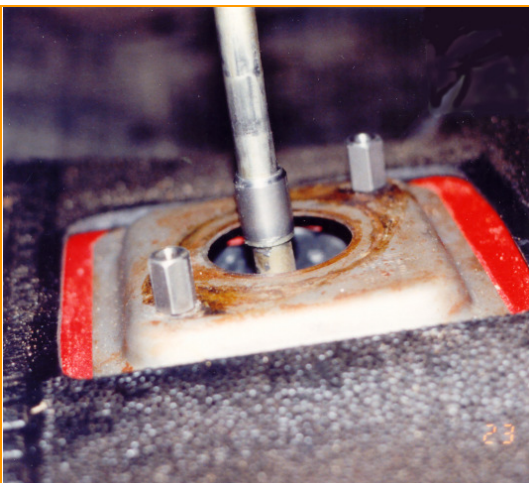

Fig.3
- Tighten the two long M6 nuts with the size 13 key on to the studs. See Fig.3
- Now push the small tube again (chamfered side uppermost!) over the gear lever. See Fig.3
- Schrauben Sie jetzt die M6 Distanzmuttern mit einem 10mm Schlüssel auf den Stehbolzen des Fahrzeugs fest und schieben die Distanzbuchse erneut mit der angefassten Seite nach oben über den Schalthebel. Siehe Fig.3.